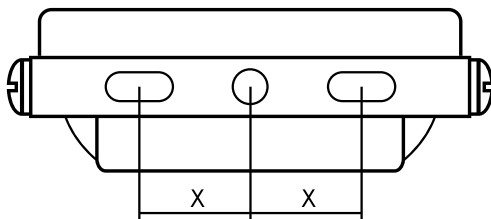

Рисунок 1
3. Прочно закрепите кронштейн прожектора на поверхности при помощи минимум двух шурупов (в комплект не входят, выбор шурупов зависит от типа поверхности для крепления), как показано на рис. 1.